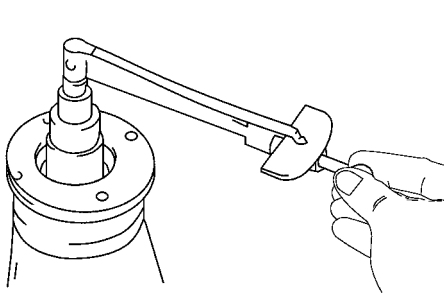

图 14-68 检查驱动小齿轮的预紧力矩
(2) 检查驱动小齿轮的预紧力矩。使用扭力扳手测量驱动小齿轮和齿圈之应用齿隙的预紧力矩, 如图 14-68 所示。